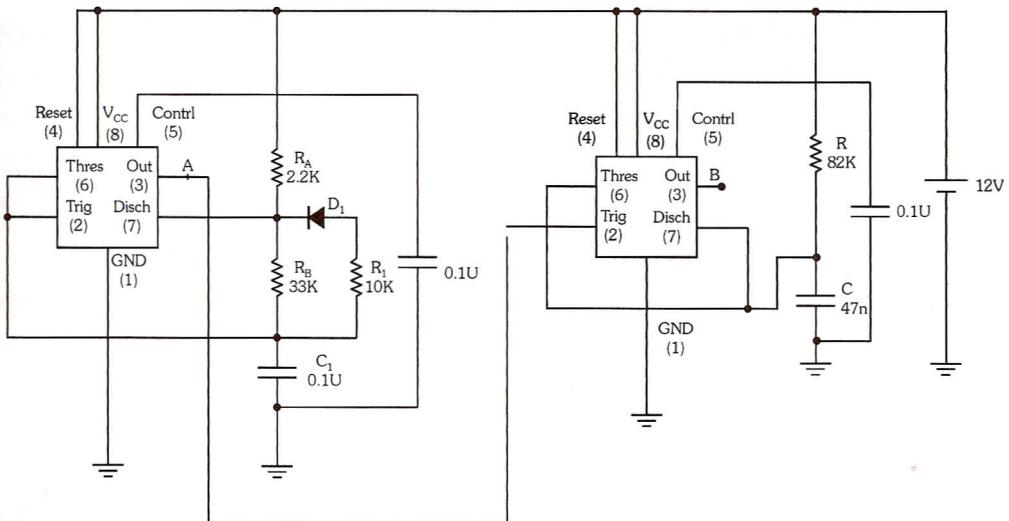

Figura 2.10: Monoestável - divisor de frequências.
Se uma onda quadrada de frequência f_e for aplicada na entrada (pino 2) de um monoestável, com um ajuste do tempo T_i dele, é possível obter na saída um sinal de frequência $f_s = f_e/n$, em que n é um número inteiro. Na Figura 2.10 o primeiro 555 funciona como astável, gerando a forma de onda a ser dividida, e o segundo 555 é monoestável com tempo T_i ajustado para uma divisão por 2.
No circuito da Figura 2.10 com os valores dos tempos do astável são:
6. No circuito da Figura 2.10 qual deve ser o valor de R para que a frequência do sinal de saída seja um terço do sinal de entrada, mantidos todos os outros valores.